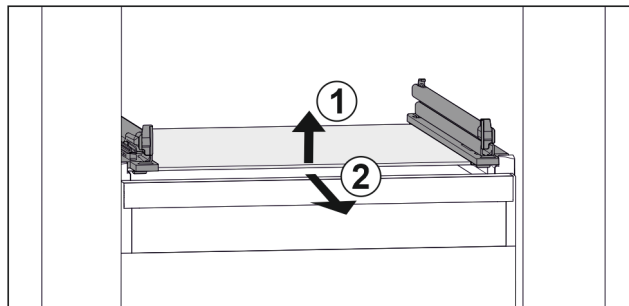

Fig. 28 Simbolična slika steklene plošče
- ▶ Stekleno ploščo dvignite v smeri naprej. Fig. 28 (1)
- ▶ Stekleno ploščo odstranite v smeri naprej. Fig. 28 (2)